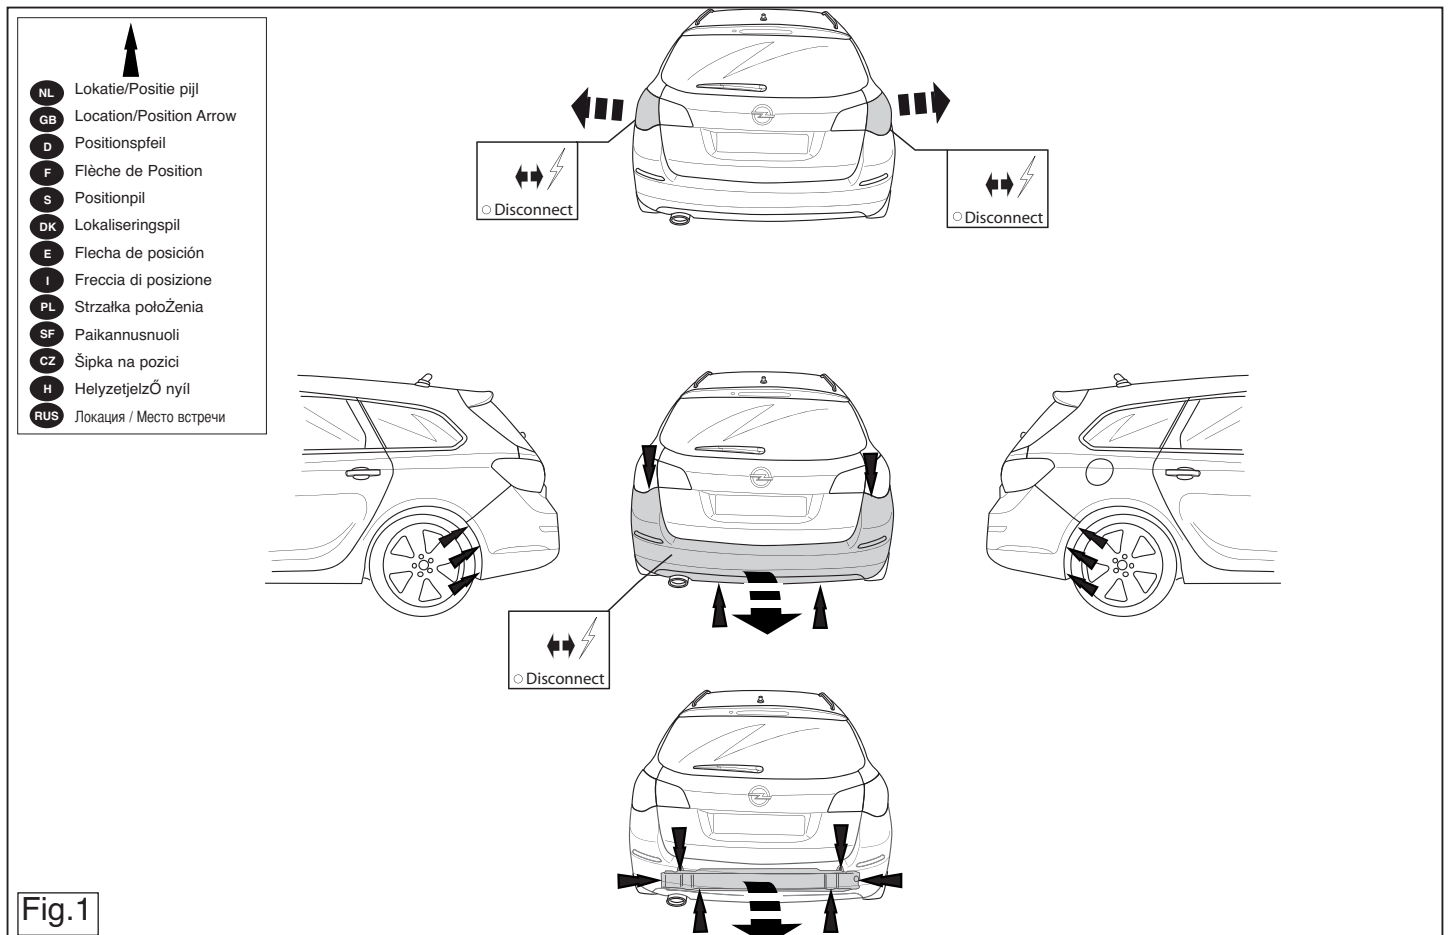

Fig.1
1. Remove the bumper and the steel buffer beam from the vehicle. The buffer beam will no longer be needed. See figure 1.
2. Die Stoßstange einschließlich des stählernen Stoßbalkens vom Fahrzeug abmontieren. Der Stoßbalken wird nicht mehr benötigt. Siehe Abbildung 1.